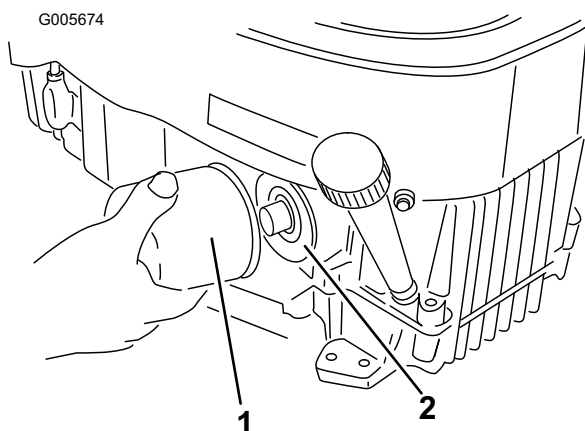

Figure 27
2. Retirez le filtre usagé (Figure 27).
4. Posez le filtre à huile de rechange sur l'adaptateur. Tournez le filtre dans le sens horaire jusqu'à ce que le joint rejoigne l'adaptateur, puis donnez 3/4 tour supplémentaire (Figure 27).